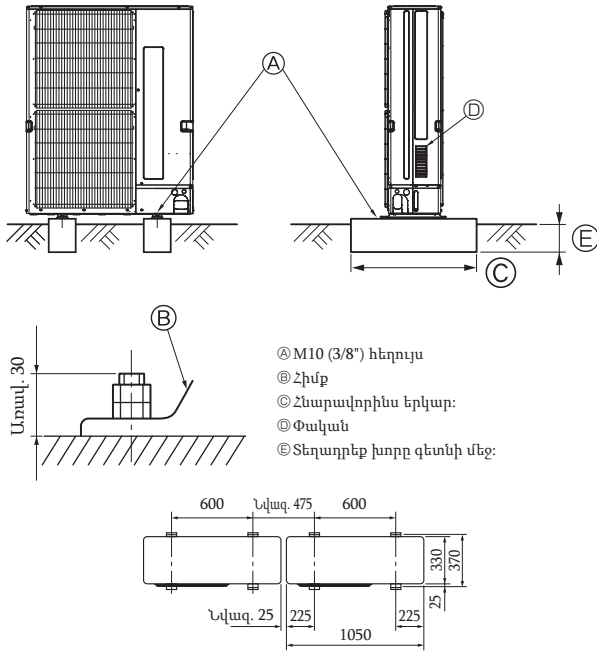

Fig. 3-1
- Բլոկը պարտադիր տեղադրեք ամուր, հարթ մակերևույթի վրա՝ շահագործման ժամանակ դողացով աղմուկից խուսափելու համար: (Fig. 3-1)